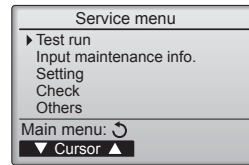

Fig. 7-1
- Valitse "Service" (Huolto) -valikosta "Test run" (Koekäyttö) ja paina sitten [VALITSE]-painiketta. (Fig. 7-1)